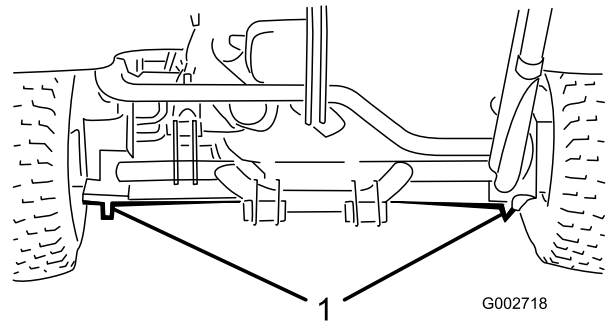

Figura 21
- Lado esquerdo ou direito debaixo do motor de roda traseiro ou da estrutura (Figura 21).